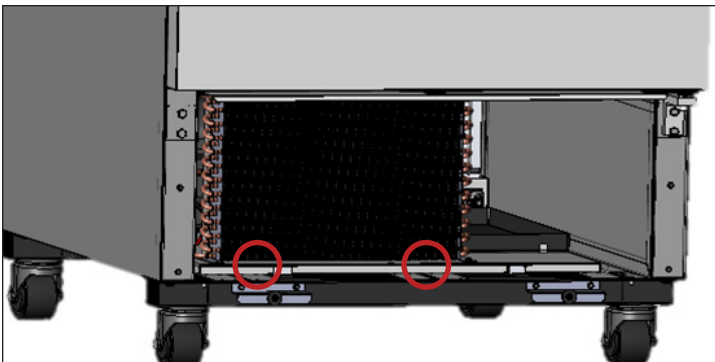

Abb. 5. Die Schrauben des Verflüssigersockels entfernen.
5. Entfernen Sie die Schrauben des Verflüssigersockels. Siehe Abb. 5.